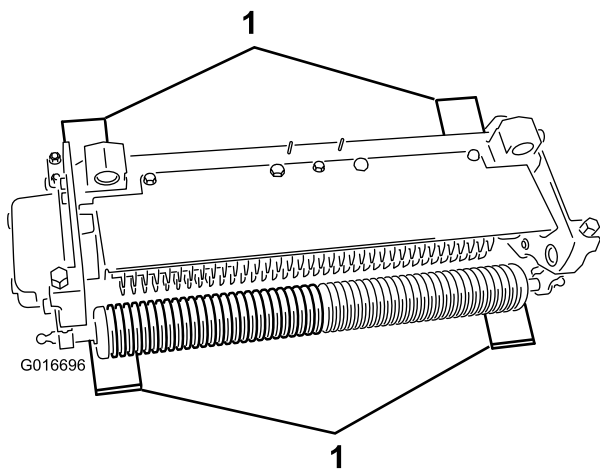

Figura 9
2. Coloque 4 barras de ajuste que tengan el mismo grosor que la profundidad deseada de penetración de las cuchillas en el suelo, bajo el rodillo delantero y el rodillo trasero de la unidad escarificadora (Figura 9).